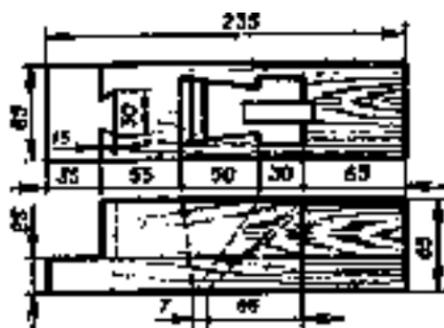

Рис. 70. Разметенная колодка.
7. Разметить колодку (рис. 70). Внимательно ознакомиться с чертежом. В заготовке определить первичную часть колодки по направлению волокон на боковых сторонах заготовки. (При строгании подошва рубанка должна легко скользить, волокна будут пригладиваться, а не задираться.) Сначала отметить длину всех четырех сторон, затем разметить верхнюю сторону колодки, далее — боковые стороны и подошву. После разметки необходимо проверить правильность всех размеров.